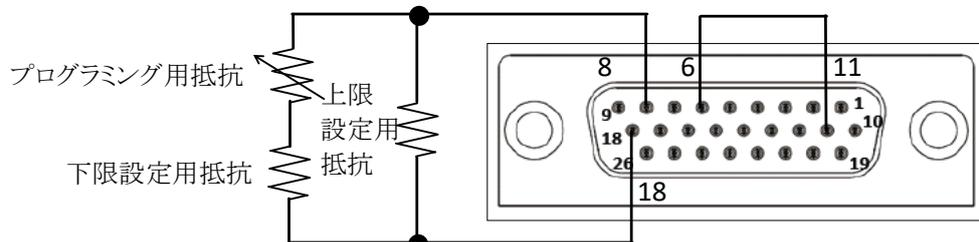

図3-5 外部抵抗接続による出力電圧のリモートアナログプログラミングの接続
2. 図3-5に示すようにJ1コネクタの配線を行い、ACパワースイッチをONにしてください。